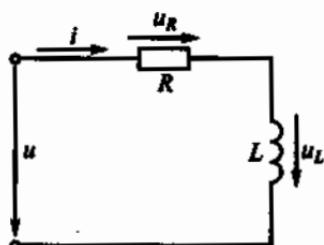

Рис. 112
3.71. По какому закону изменяется напряжение u в цепи на рис. 112, если $i = 10 + 5\sin 200t$? (Параметры R и L считать известными.)
3.72. В цепи на рис. 112 ток $i = 5 + 5\sqrt{2}\sin \omega t$, $R = 3$ Ом, $x_L = 4$ Ом. Составить ряд Фурье для напряжения и определить мощности. (Указать неправильный ответ.)